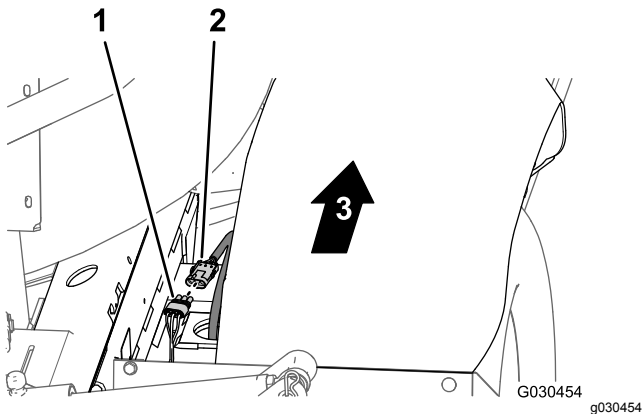

Bild 22
1. Trennen Sie hinten an der Maschine (zwischen dem rechten Rahmenrohr und dem rechten Kotflügel) den 3-Stift-Stecker des Geschwindigkeitssensorkabelbaums am rechten hydraulischen Antriebsmotor vom 3-Buchsen-Stecker des hinteren Hauptkabelbaums ab (Bild 22).